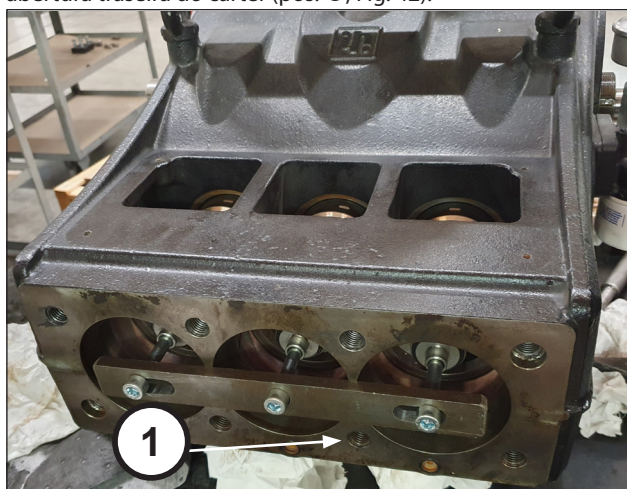
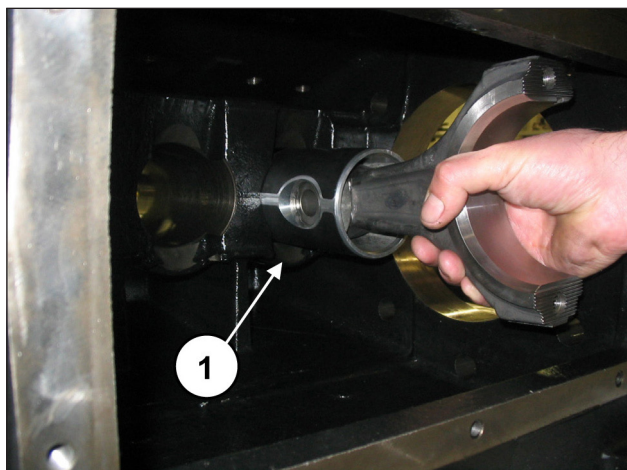

Fig. 41
Fig. 42
No caso de ser necessário substituir uma ou mais hastes ou guias do pistão, é necessário operar da seguinte forma: Comece a desapertar os parafusos do equipamento cód. 27566200 para desbloquear as bielas (pos. ①, Fig. 41) e, em seguida, extraia os conjuntos de biela-guia do pistão da abertura traseira do cárter (pos. ①, Fig. 42).
Depois de ter verificado a limpeza correta do cárter, insira o conjunto da semi-biela de guia do pistão no interior dos canos do cárter (pos. ①, Fig. 42).
Bloqueie os três grupos usando a ferramenta própria cód. 27566200 (pos. ①, Fig. 41).
Remova a ferramenta para o bloqueio das bielas, cód. 27566200 (pos. ①, Fig. 41).